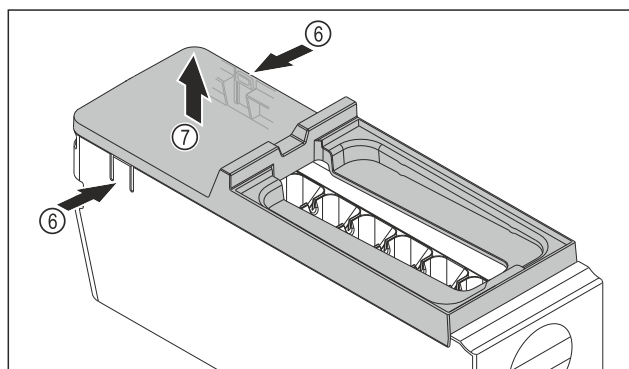

Fig. 137
- ▶ Snemite pokrov glavnega dela EasyTwist-Ice: Spono Fig. 137 (6) na obeh straneh glavnega dela EasyTwist-Ice pritisnite z eno roko.
- ▶ Pokrov Fig. 137 (7) z drugo roko dvignite in odstranite.